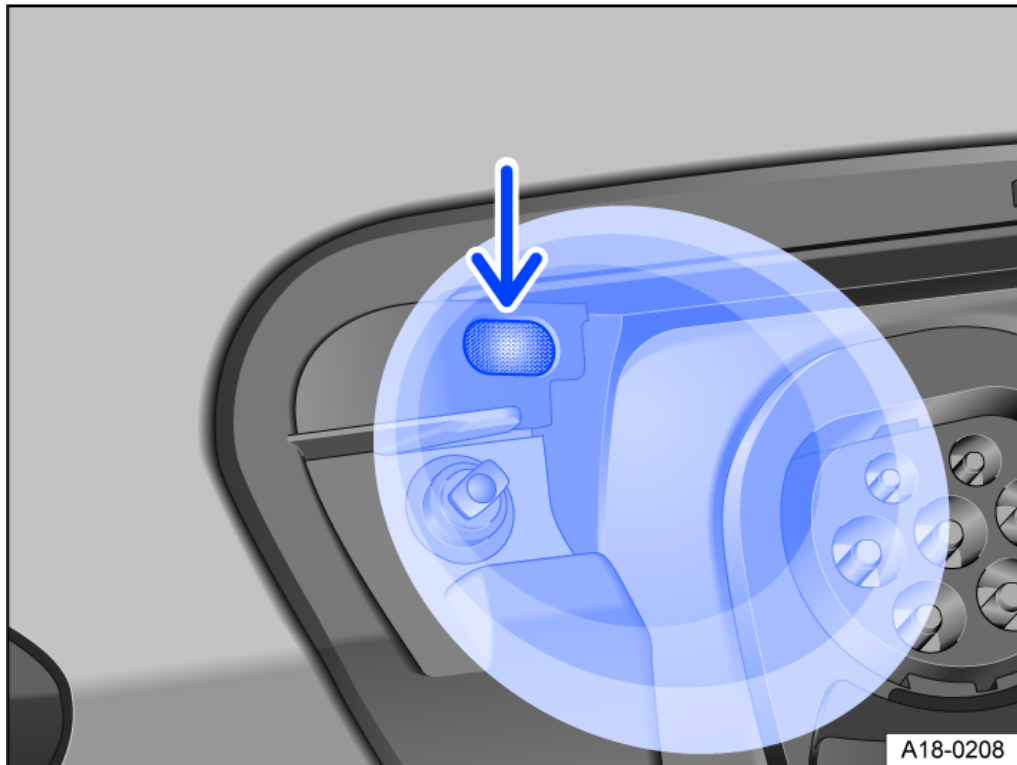

Abb. 1 Hinter der Batterieladeklappe: Ladevorgangsanzeige.
— Schutzkappe auf den unteren Anschluss der Ladedose aufstecken → *Abb. 1* ③.
Eine LED-Leuchte an der Ladedose → *Abb. 1* (Pfeil) zeigt den Status des Ladevorgangs an.